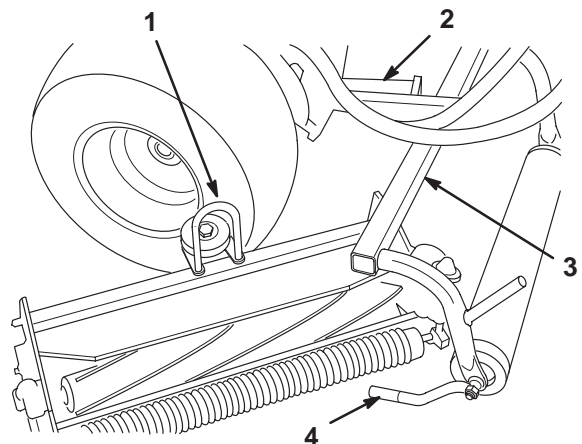

Figure 8
2. Poussez les plateaux de coupe sous les bâtis de traction et placez l'anneau situé en haut des plateaux sur les bras de relevage (Fig. 8).